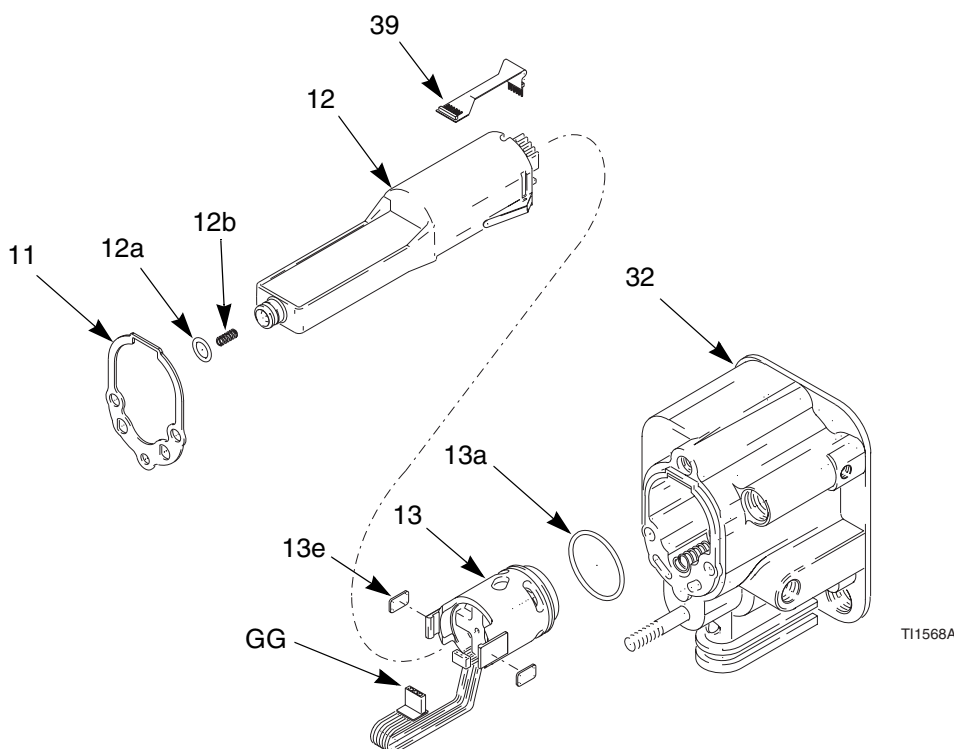

Abb. 31. Hochspannungserzeuger
3. Den Hochspannungserzeuger (12) mit einer Hand festhalten. Mit einer leichten Hin- und Herbewegung den Hochspannungserzeuger und den Generator vom Pistolenkörper (32) lösen und dann gerade wegziehen. Die biegsame Schaltung (39) von der Buchse an der Oberseite des Pistolenkörpers (32) abnehmen. Siehe Abb. 31.
4. Den dreipoligen Stecker (GG) vom Hochspannungserzeuger abnehmen. Den Wechselstromgenerator nach oben schieben und vom Hochspannungserzeuger abnehmen. Hochspannungserzeuger und Wechselstromgenerator auf Schäden überprüfen. Die 6-polige biegsame Schaltung (39) vom Hochspannungserzeuger abnehmen.